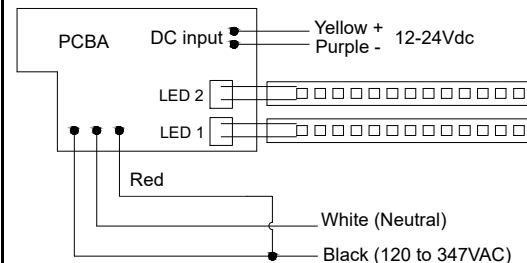

Figure 4
For AC, AC/DC see figure 4.
4. Effectuer les connexions appropriées en fonction de la configuration du modèle : Pour l'auto-alimentation, voir la figure 3. Pour AC, AC/DC, voir figure 4.
4. Effectuer les connexions appropriées en fonction de la configuration du modèle : Pour l'auto-alimentation, voir la figure 3. Pour AC, AC/DC, voir figure 4